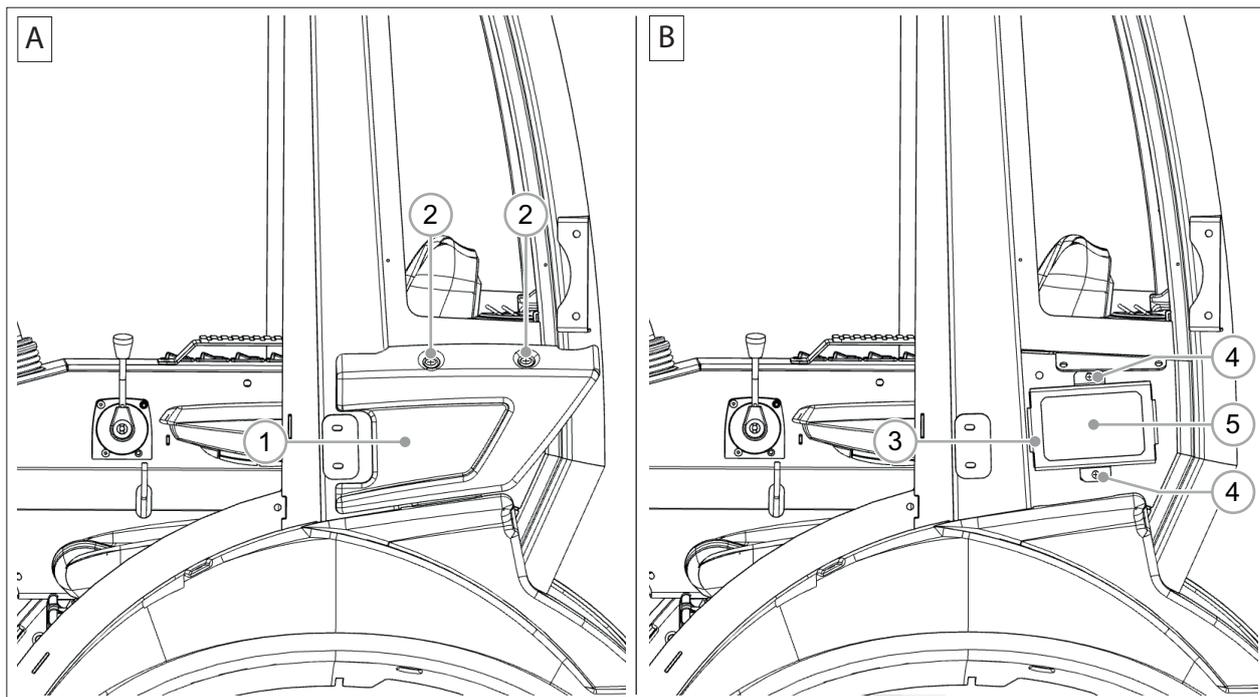

РИС. 62
- 2) Снимите левую заднюю панель (РИС. 62 - Сс. 1), ослабив винты (РИС. 62 - Сс. 2), крепящие ее к раме.
- 3) Снимите крепление фильтра (РИС. 62 - Сс. 3), ослабив винты (РИС. 62 - Сс. 4).
- 4) Снимите воздушный фильтр (РИС. 62 - Сс. 5)